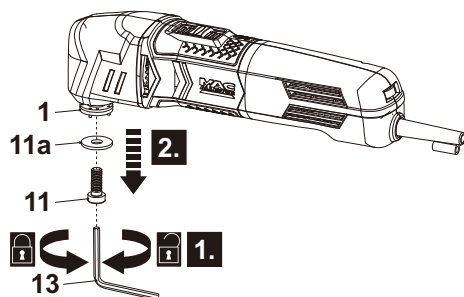

Fig. 1
- > Desaperte o perno (11) com a chave sextavada (13) e retire-o junto com o flange de aperto (11a) do porta-ferramentas (1) (Fig. 1).
- > Comprove que os acessórios da ferramenta e também o perno (11)/flange de aperto (11a) não estão danificados nem desgastados. Substitua-os, se necessário.